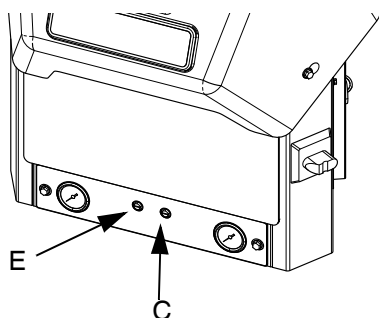

ABB. 18
6. Mit dem Luftdruckregler (E) den Luftdruck der Vakuumübertragung auf 280-690 kPa (2,8-6,9 bar; 40-100 psi) einstellen. Empfohlene Einstellung: 414 kPa (4,1 bar; 60 psi). Siehe ABB. 18.